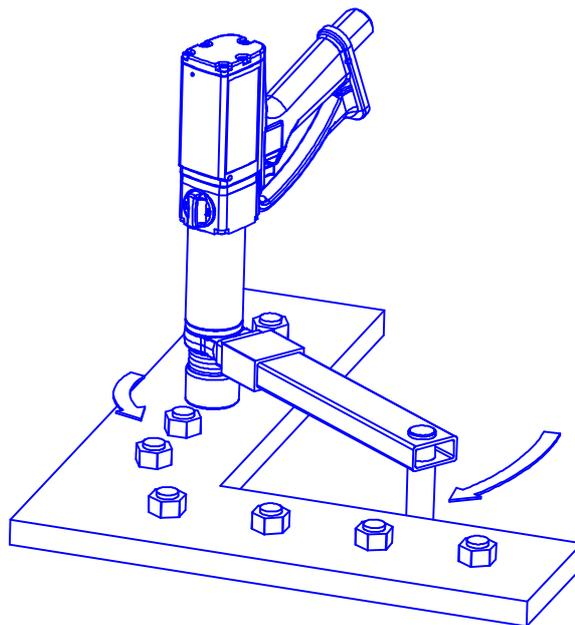

Figura 8
3. Gire la empuñadura hasta una posición cómoda en relación con el brazo de reacción. Monte la herramienta en el tornillo a aflojar, con el brazo de reacción adyacente al punto de reacción. Véase la Figura 8.